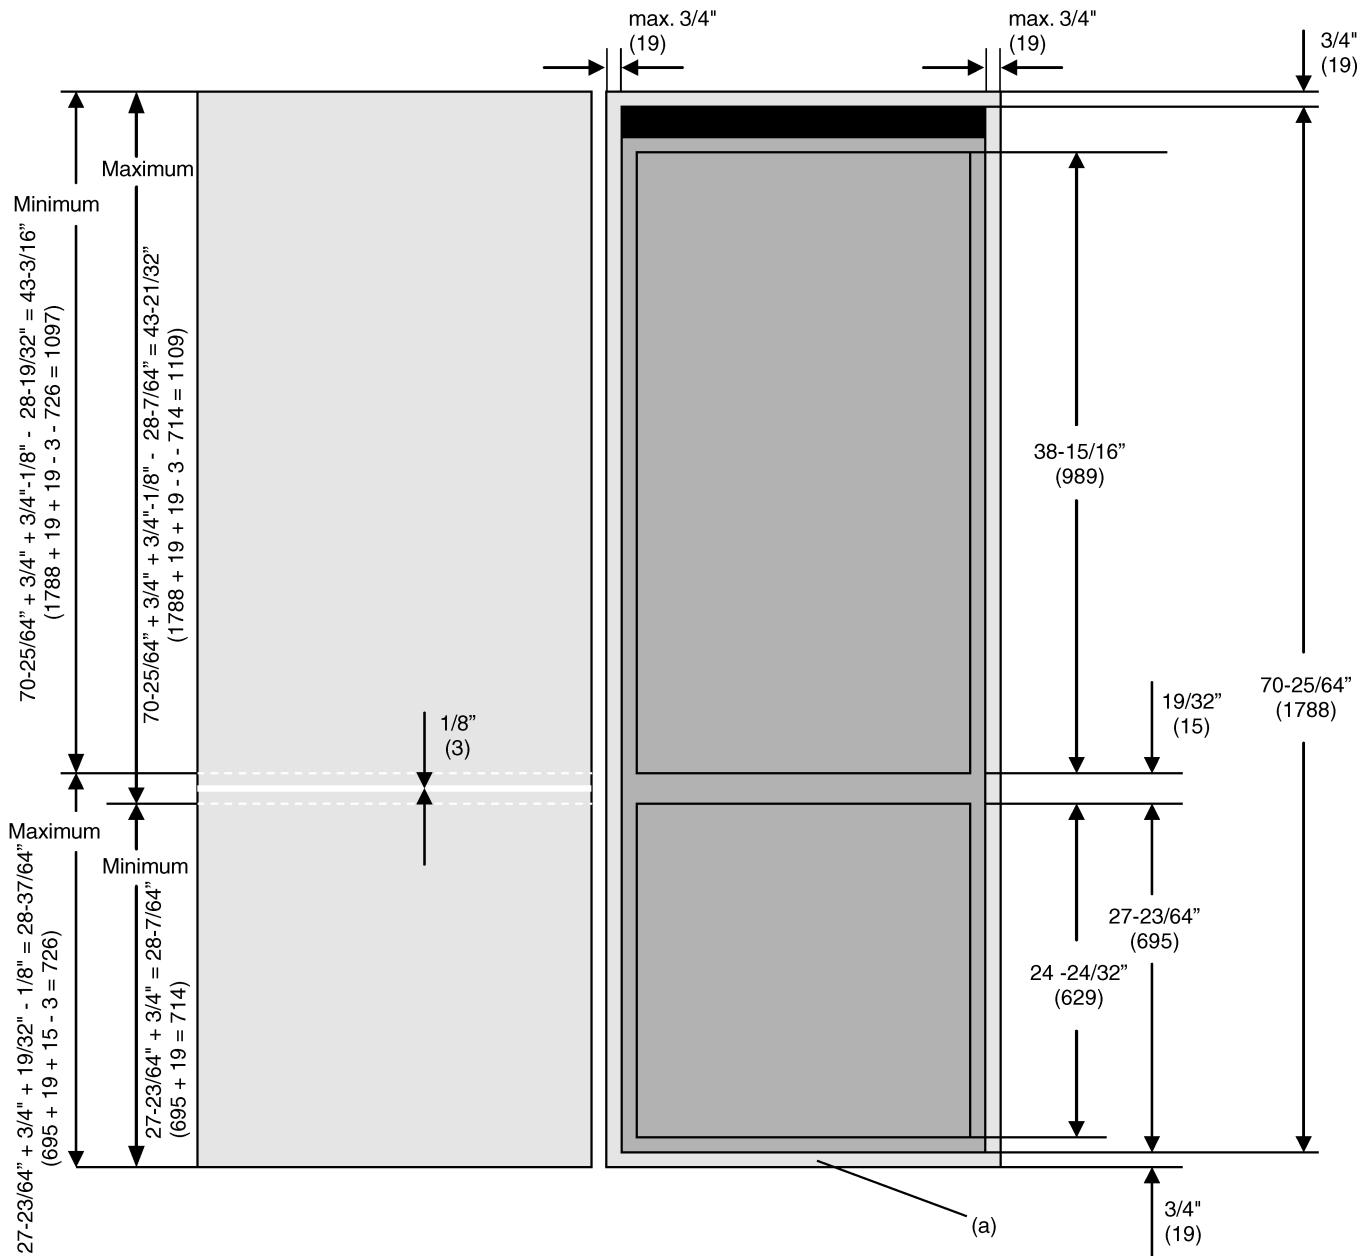

Fig. 7
► Para cubrir la parte frontal de la placa base Fig. 7(a): Prolongue la altura de las placas 27-23/64 pulg + 3/4 pulg = 28-7/64 pulg (695 mm + 19 mm = 714 mm).